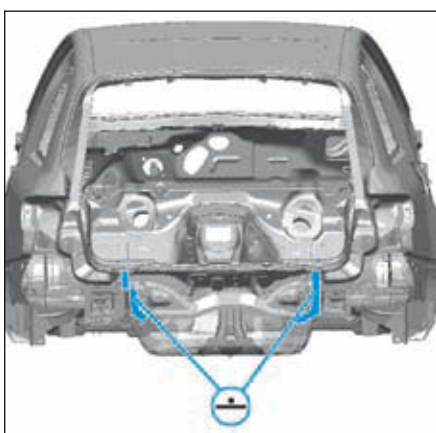

FIG.141
- Ajuster et souder comme illustré (Fig.141).